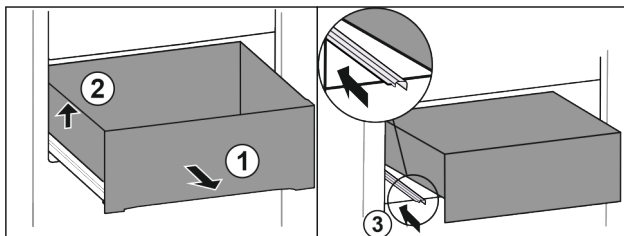

Fig. 181
- Scoateți sertarul până la opritor. Fig. 181 (1)
- Ridicați sertarul din stânga. Fig. 181 (2)
- Insertați șina din stânga. Fig. 181 (3)